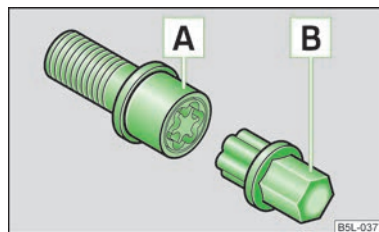

Fig. 114
- Introducir el adaptador » fig. 114 con su lado dentado hasta el tope en el dentado interior del tornillo de rueda antirrobo , de tal modo que ya sólo sobresalga el hexágono exterior.